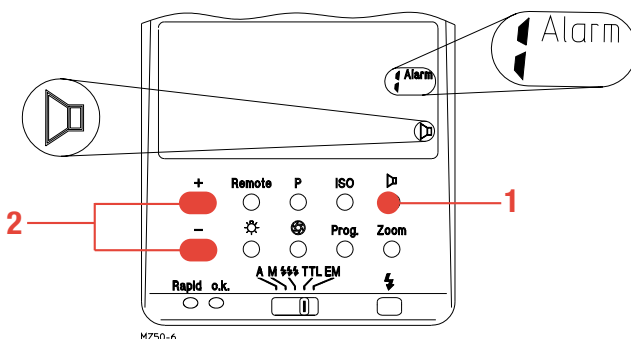

Fig. 25 : Réglage de la fonction d'alarme
- Avec la touche **+ ou - (24)**, sélectionnez le n° de programme „Prog. ?“ sous lequel vous voulez mémoriser vos réglages.
- Appuyez sur la touche **Remote (STO) (22)** jusqu'à l'assombrissement de l'écran de contrôle ACL (3 sec. env.). Si la signalisation acoustique est activée (cf. fig. 25, page 37), vous entendrez de plus un bip sonore. Les réglages alors mémorisés.